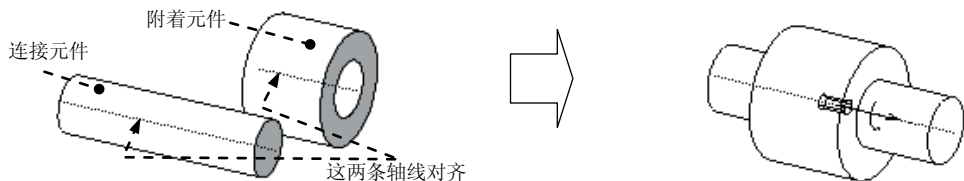

图 12.2.3 圆柱 (Cylinder) 接头
圆柱接头与销钉接头有些相似, 如图 12.2.3 所示, 圆柱接头的连接元件既可以绕轴线相对于附着元件转动, 也可以沿轴线平移。
- ① 在操控板的约束集列表中选择  圆柱 选项，此时系统显示“装配”操控板。
- ② 单击操控板中的  按钮。
- ③ 为“轴对齐”约束选取参照。分别选取图 12.2.3 中的两条轴线。